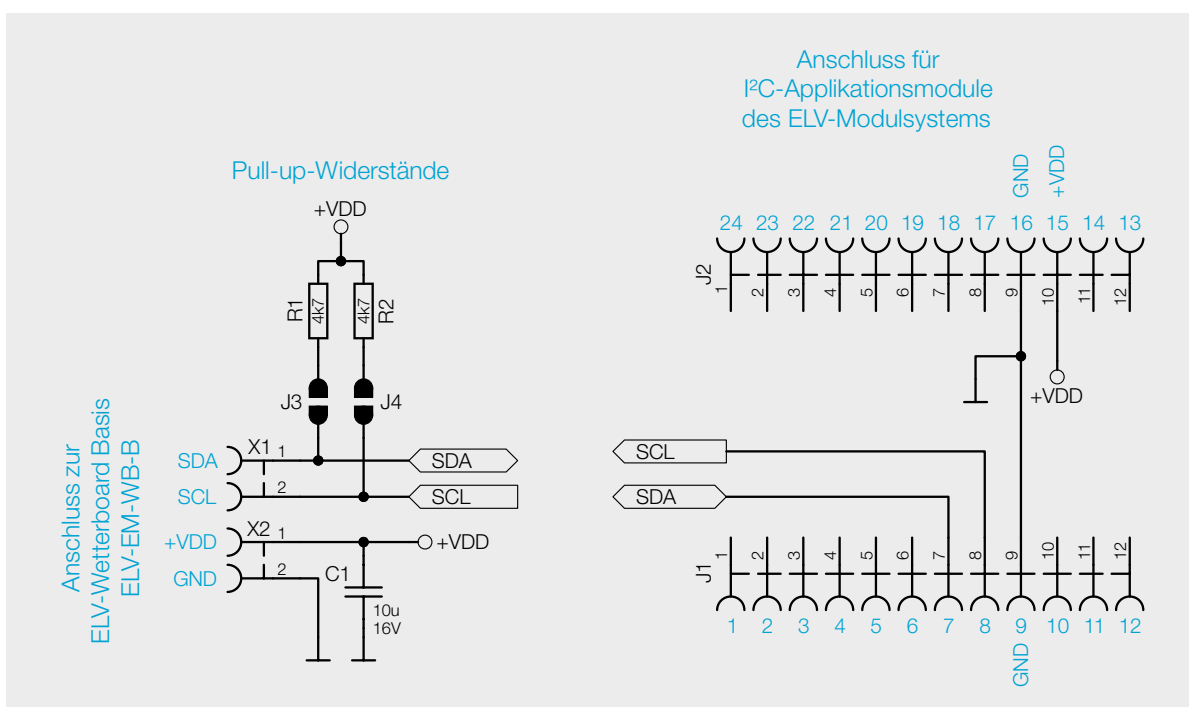

Bild 13: Schaltbild der Sensorplatine (ELV-EM-WB-S)
- die Sensorplatine (ELV-EM-WB-S, Bild 13)
In Bild 13 ist das Schaltbild der Sensorplatine dargestellt. Auf der Platine befinden sich die beiden Federkraftklemmen X1 und X2 über die der Anschluss einer 4-adrigen Leitung zur Basisplatine ermöglicht